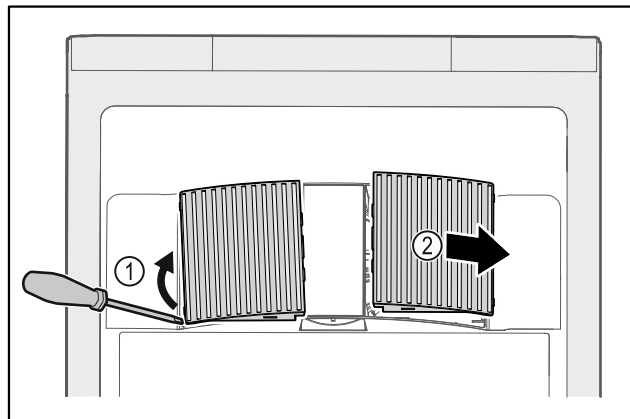

Fig. 201
- ▶ Lirk forsigtigt ventilatorafdækningerne ud fra siden Fig. 201 (1), og tag dem af forfra Fig. 201 (2).